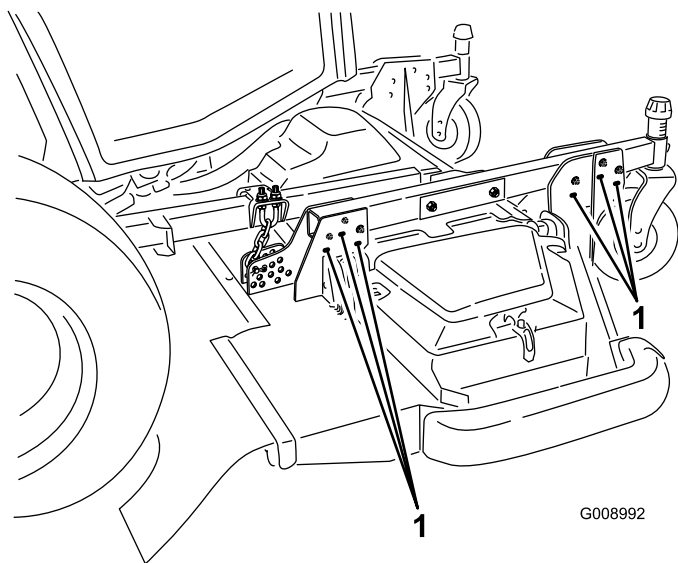

図 27
7. 刈高を 102 - 153 mm にセットするには、デッキハンガーブラケットを刈高キャスタアームに固定している取り付けボルトを外し、デッキハンガーブラケットを刈高キャスタアームの下穴に付け替える (図 27)。